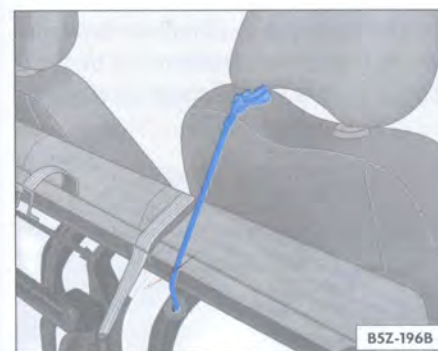

Fig. 70 Asiento inclinado fijado con la cinta elástica roja en la varilla del apoyo para cabeza
– Localice la cinta elástica roja, que está situada en la parte inferior del asiento y encaje el gancho de la cinta elástica roja en la varilla del apoyo para cabeza del asiento del pasajero ⇒ fig. 70, inmovilizando el conjunto ⇒ A.